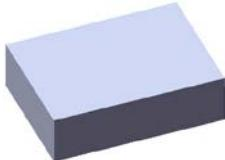
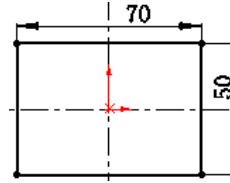

图 16.2.2 凸台一拉伸 1
图 16.2.3 横断面草图
Step2. 创建图 16.2.2 所示的零件基础特征——凸台一拉伸 1。
(1) 选择命令。选择下拉菜单 **插入(I)** → **凸台/基体(B)** → **拉伸(E)...** 命令(或单击“特征(F)”工具栏中的  按钮)。
(2) 定义特征的横断面草图。
① 定义草图基准面。选取前视基准面作为草图基准面。
② 定义横断面草图。在草图环境中绘制图 16.2.3 所示的横断面草图。
③ 选择下拉菜单 **插入(I)** → **退出草图** 命令，退出草图环境，此时系统弹出“凸台一拉伸”对话框。